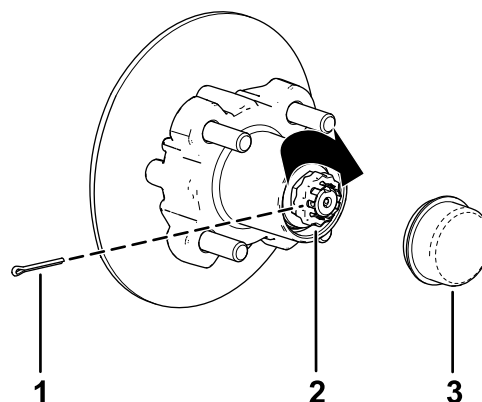

Figura 40
- Instalai opritorul peste piuliă i verificai alinierea fantei din opritor i a orificiului din ax pentru cuiul spintecat (Figura 40).
- Montai cuiul spintecat i îndoiți picioarele în jurul opritorului (Figura 40).
- Montai capacul anti-praf pe butuc (Figura 40).